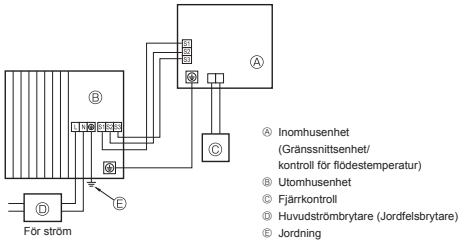
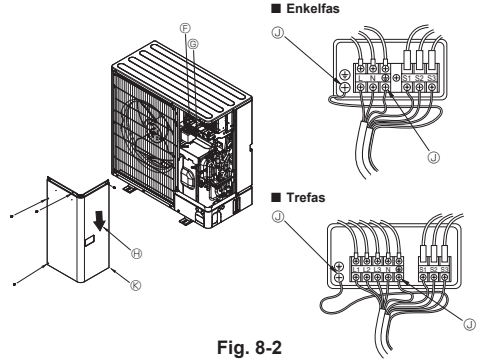

Fig. 8-1
Fig. 8-2
8.1. Utomhusenhet (Fig. 8-1, Fig. 8-2)
- ① Ta bort servicepanelen.
- ② Hänvisa till Fig. 8-1 och Fig. 8-2 när kablarna dras.